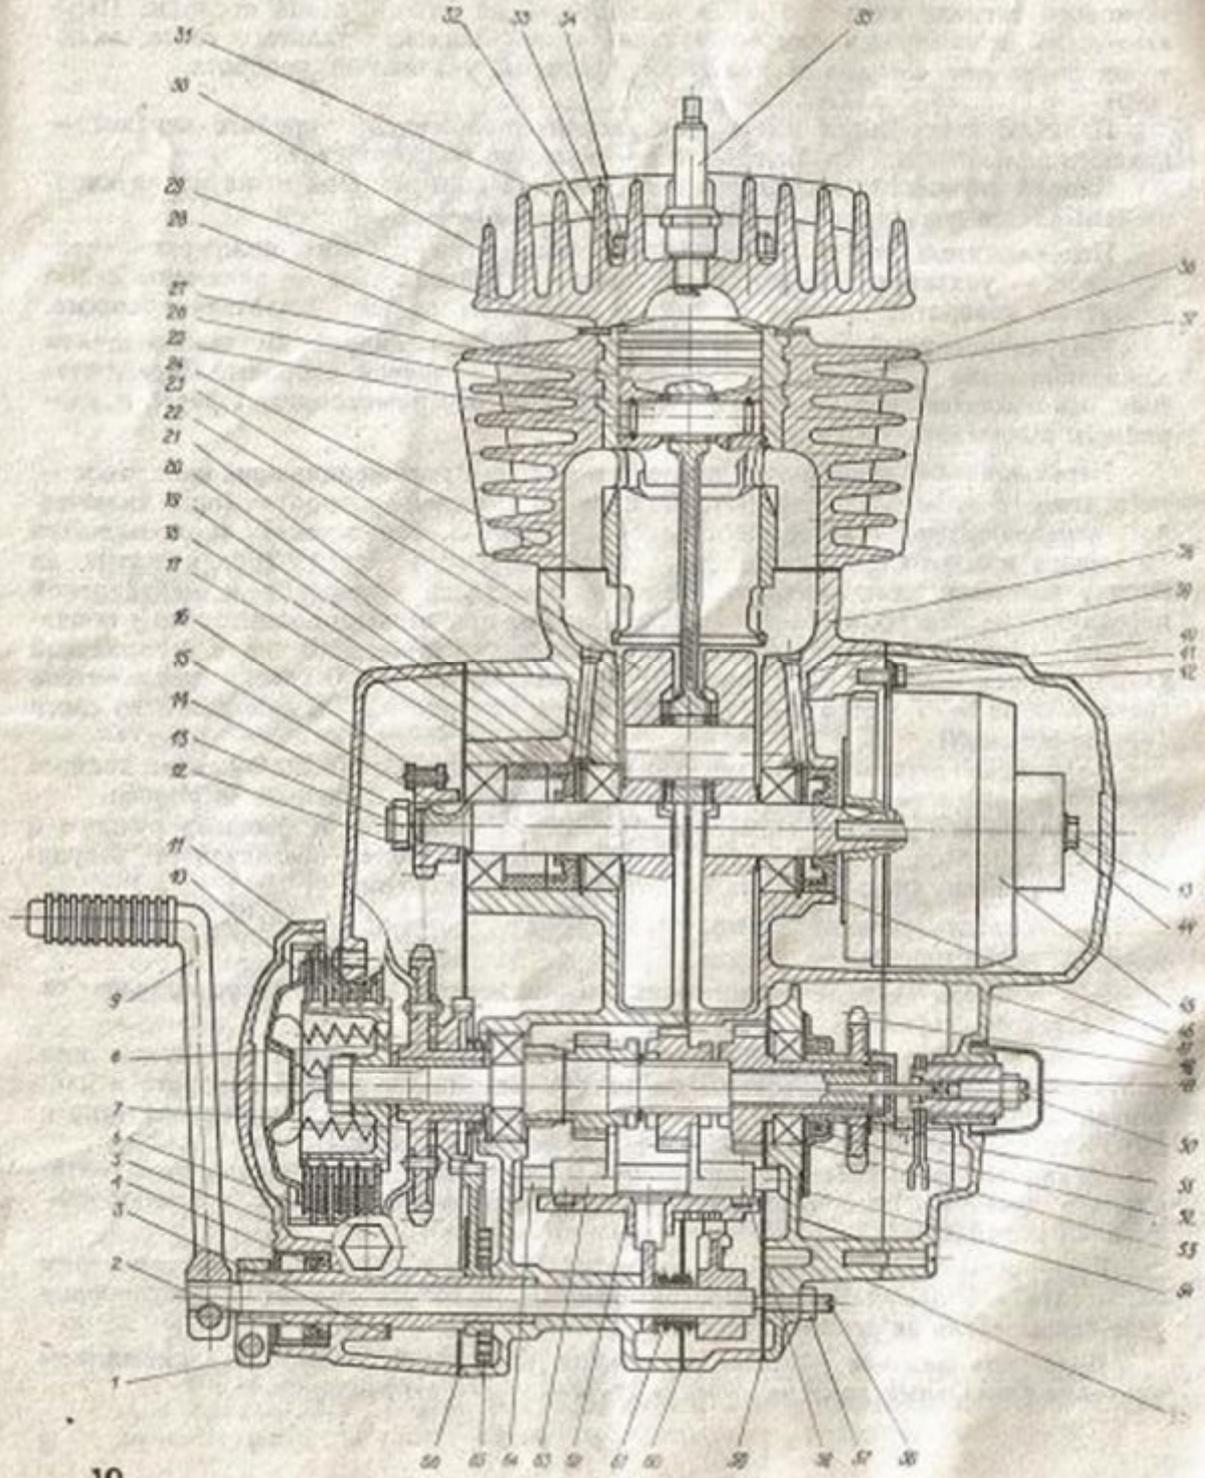
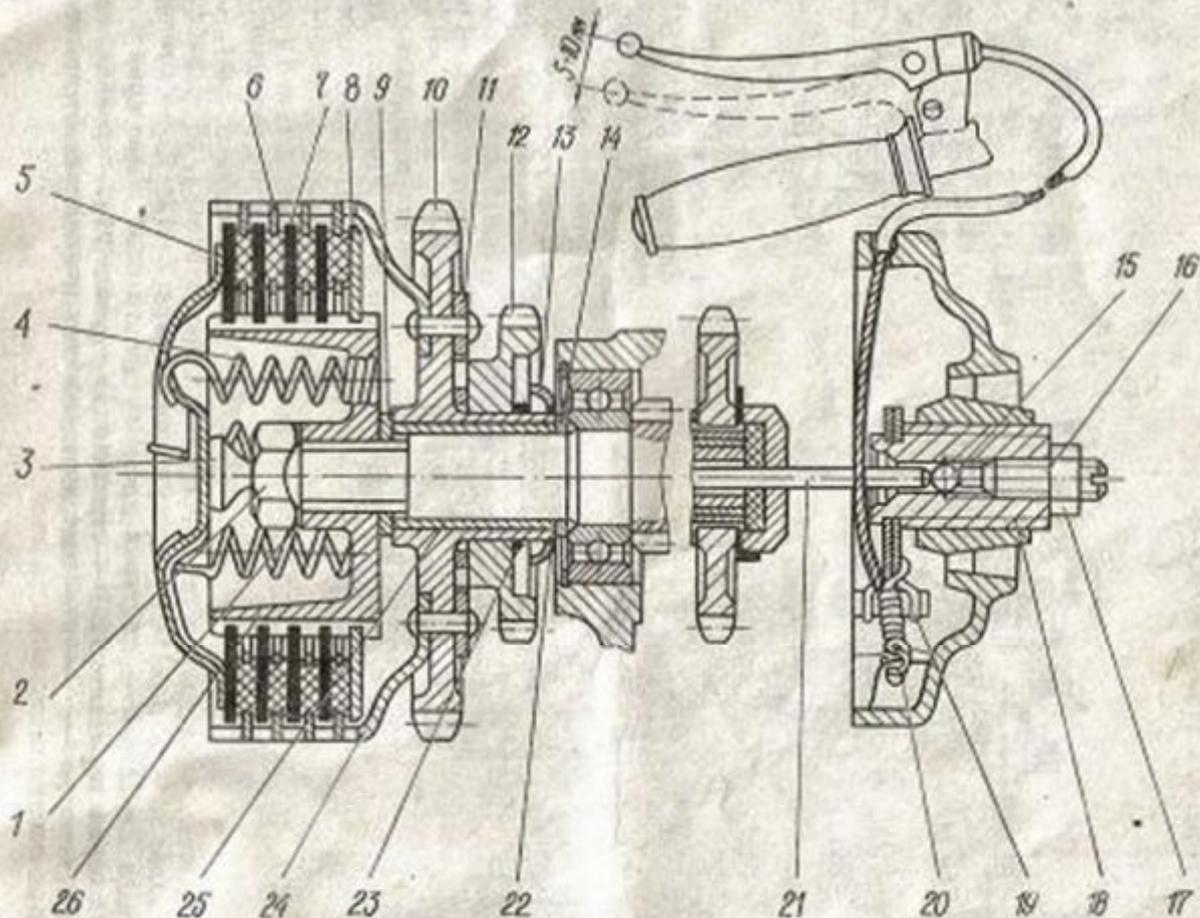

Рис. 3. Двигатель:
Рис. 7. Сцепление:
5.1. Двигатель 3.1122-10100-03 (рис. 3)
Сапуном, соединяющим полость картера сцепления и КП с атмосферой, является небольшое отверстие в левой половине картера под карбюратором. Закрывать это отверстие нельзя. Для смазки подшипников коленвала (поз. 21 рис. 3) в картере имеются два сверления, соединяющие продувочные каналы и полость между подшипником и манжетой. При замене манжеты обязательна установка звездообразной шайбы 19 между стопорным кольцом и манжетой. Вырезы в шайбе обеспечивают проход смазки к подшипнику и манжете.
5.1.5. Сцепление (рис. 7)
Сцепление предназначено для разъединения двигателя и трансмиссии. В механизме выжима сцепления (рис. 7) установлен червяк с правым ходом винтовой линии. Для регулировки сцепления необходимо снять заглушку правой крышки 50 (рис. 3). Чтобы снять заглушку необходимо слегка сжать ее рукой в вертикальном направлении и потянуть на себя. Отпустите контргайку регулировочного винта; ввертывая или вывертывая регулировочный винт, установите свободный ход на конце рычага сцепления на руле, равный 5—10 мм. При заворачивании винта свободный ход уменьшается, при выворачивании — увеличивается.